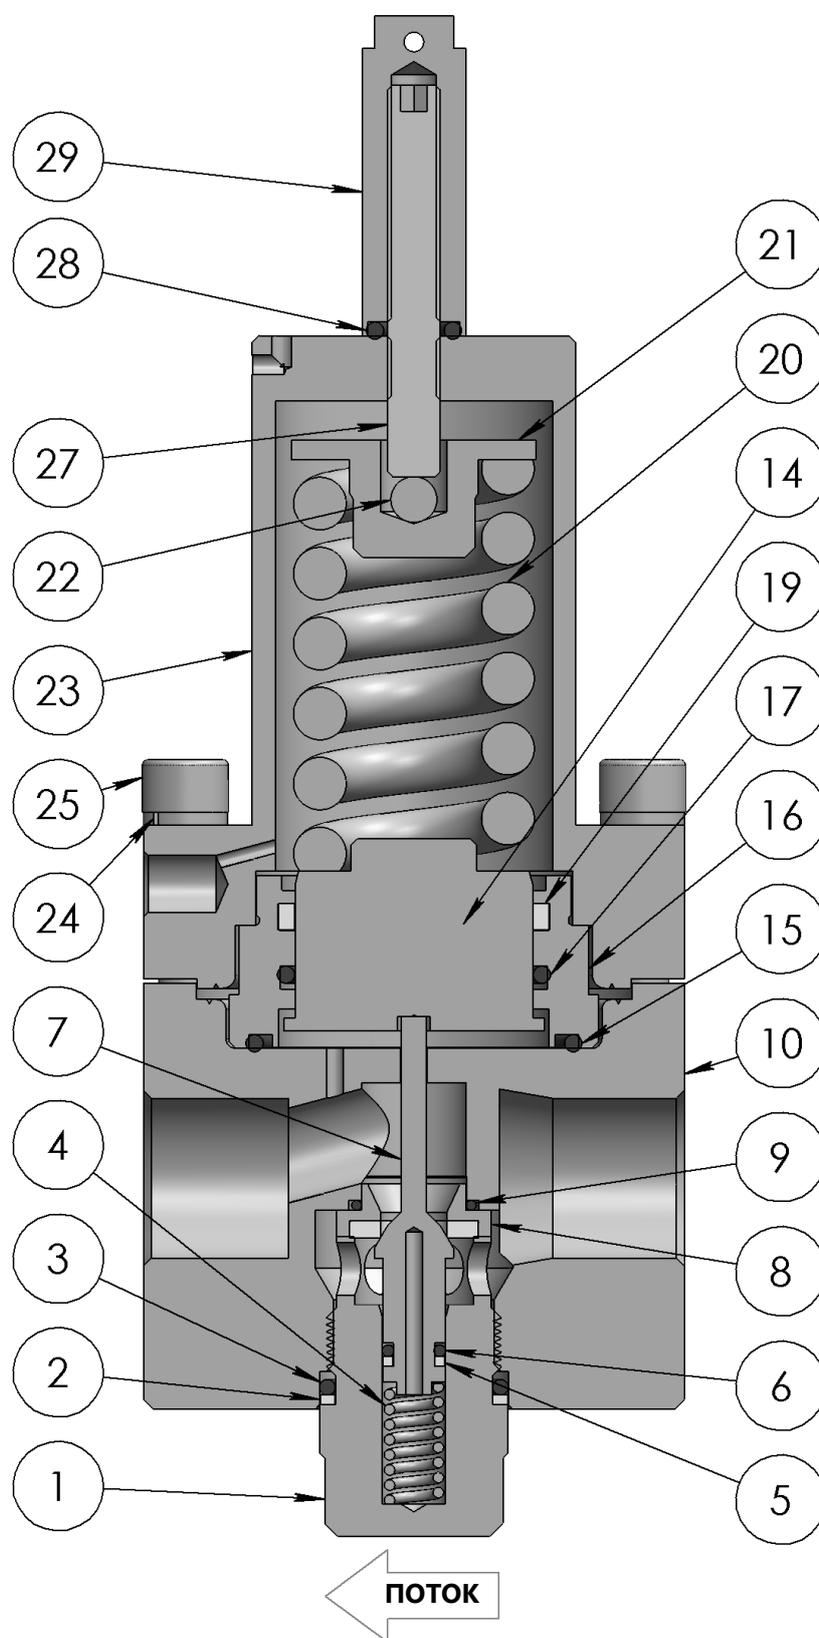

Рис. 3
2. Вставьте уплотнительное кольцо пластины поршня (15), уплотнительное кольцо поршня (17) и, при наличии, опорное кольцо поршня (18) и направляющее кольцо поршня (19) в пластину поршня (16). Убедитесь в правильной ориентации компонентов в соответствии с Рис. 3–5.
3. Смажьте тонким слоем уплотнительное кольцо поршня (17), затем вставьте поршень (14) в пластину поршня (16).
4. Вставьте пластину поршня (16) в корпус (10).
5. При наличии установите нижнюю направляющую пружины (13) на поршень (14).